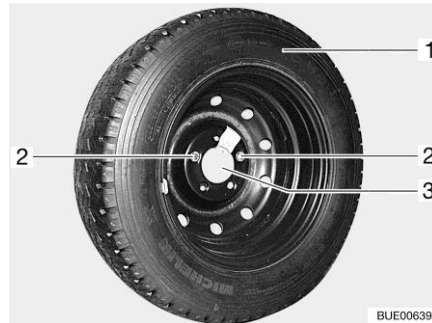

Fig. 231 Supporto per la ruota di scorta nel garage di coda
- Svitare e rimuovere entrambe le viti di fissaggio (Fig. 231,2) con la dotazione attrezzi.
- Rimuovere la ruota di scorta (Fig. 231,1) dal supporto (Fig. 231,3).